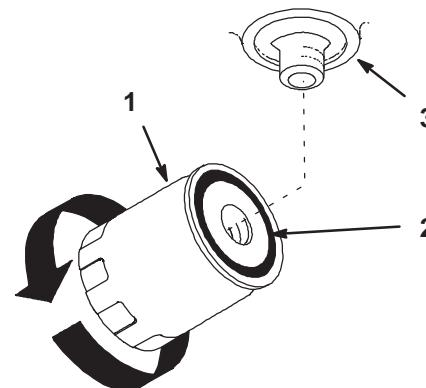

Bild 53
4. Ölen Sie die Gummidichtung am Austauschfilter (Bild 53) leicht mit Frischöl ein.
7. Drehen Sie, wenn Öl aus dem Filter strömt, diesen im Uhrzeigersinn, bis die Gummidichtung den Anbaustutzen berührt. Ziehen Sie ihn dann um eine weitere 1/2 Umdrehung fester (Bild 53).